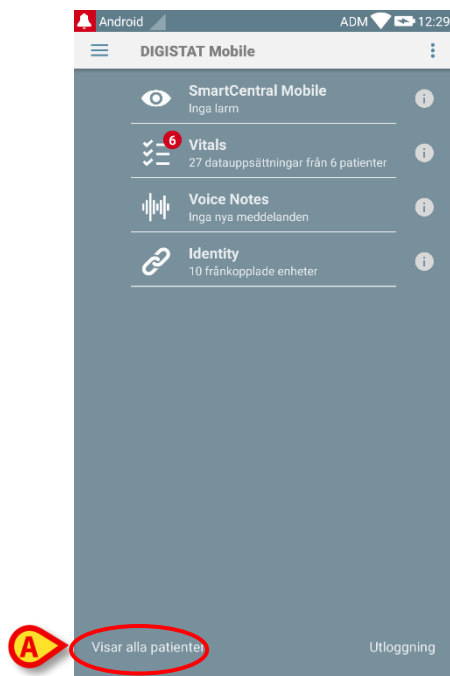
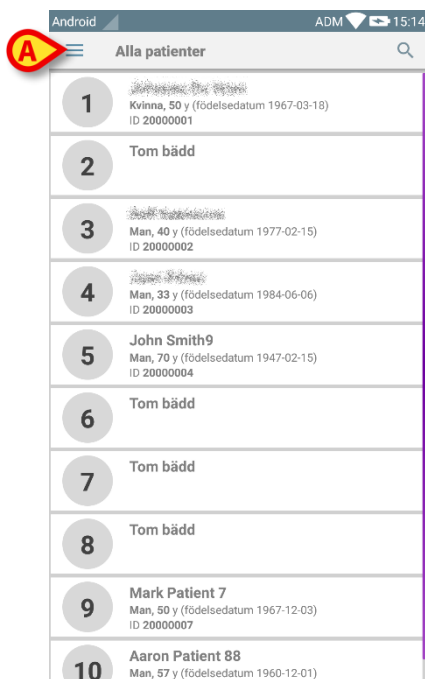

Fig. 31
Fig. 32
I det nedre vänstra hörnet på skärmbilden med listan över moduler specificeras det om enheten för närvarande är inställd på Mina patienter eller Alla patienter (Fig. 31 **A**).
- Tryck på indikationen (Fig. 31 **A**) för att visa den hanterade patientlistan (Fig. 32).
- Tryck på ikonen  (Fig. 32 A).